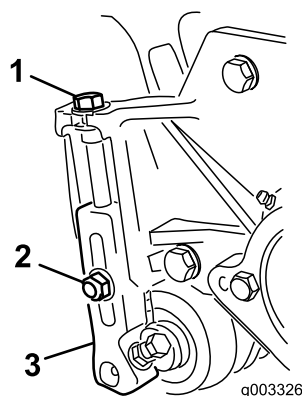

Figura 10
3. Allentate i dadi di bloccaggio che fissano le staffe dell'altezza di taglio sulle piastre laterali dell'apparato di taglio (Figura 10).